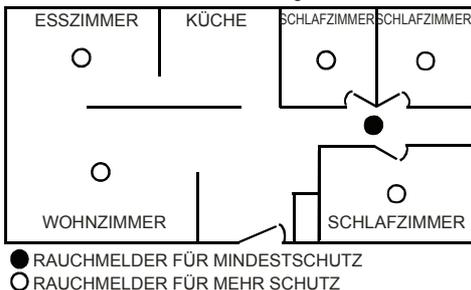
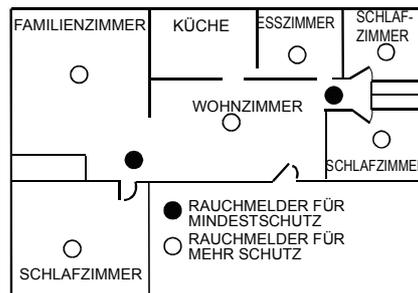

Abbildung 5. Orte zur Installation von Rauchmeldern in einem Ein-Familien-Haus mit nur einem Schlafbereich
Abbildung 6. Orte zur Installation von Rauchmeldern in einem einstöckigen Wohnhaus mit mehr als einem Schlafbereich.
- Installieren Sie einen Rauchmelder im Flur vor jedem getrennten Schlafbereiches, wie in Abbildung 5 gezeigt. In Häusern mit zwei Schlafbereichen werden zwei Melder benötigt, wie Sie in Abbildung 6 sehen können.